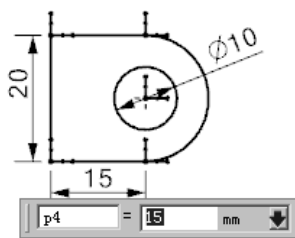
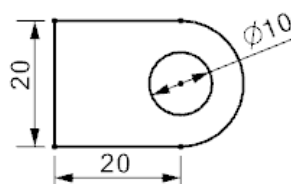

图 5.9.5 标注尺寸 (二)
图 5.9.6 标注尺寸 (三)
- Step 2** 系统弹出动态输入框，如图 5.9.5 所示。在动态输入框中输入新的尺寸值，并按中键完成尺寸的修改，如图 5.9.6 所示。